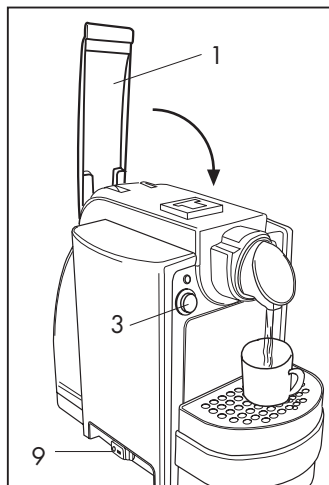

Fig. 10
- Richiudere completamente la leva e premere il tasto (3) fino all'erogazione della quantità desiderata, premere quindi nuovamente il tasto (3) per arrestare l'erogazione (Fig. 10)
- Per la preparazione di ulteriori caffè/tè ripetere l'intero procedimento con una capsula nuova. Per preparare un caffè lungo premere il tasto (3) dopo aver preparato il caffè espresso ed erogare la quantità di acqua calda desiderata.
- Per estrarre la capsula alzare lentamente la leva (1).
- Richiudere completamente la leva e premere il tasto (3) fino all'erogazione della quantità desiderata, premere quindi nuovamente il tasto (3) per arrestare l'erogazione **(Fig. 10 pag. 9)**